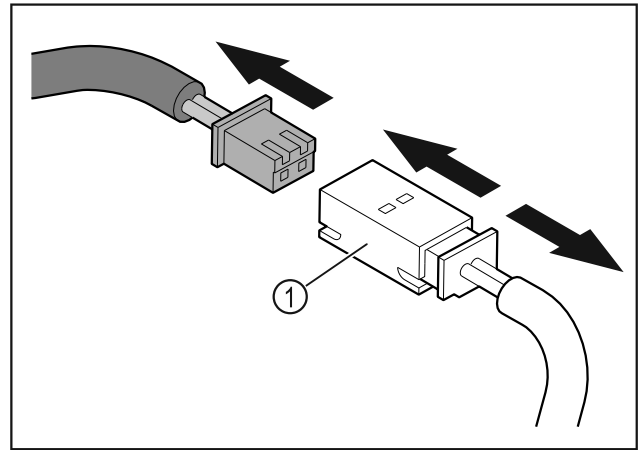

Fig. 13
- ▶ Húzza ki a dugót és a csatlakozót Fig. 13 (1).